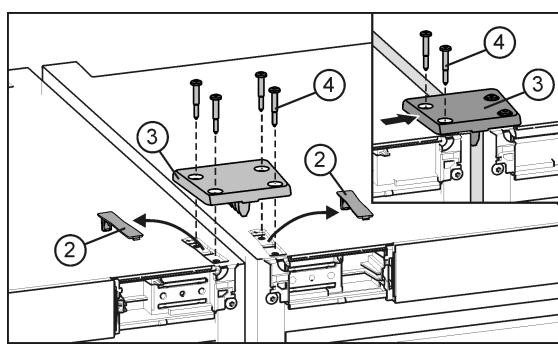

Fig. 22
- Faire désencliquer les caches Fig. 22 (2) et les enlever.
- Mettre en place la plaque de jonction Fig. 22 (3) et la fixer provisoirement au moyen de deux vis Fig. 22 (4) à un appareil.